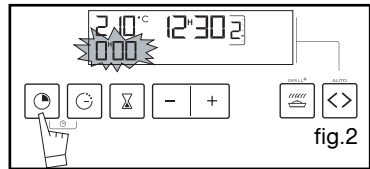

fig.2
• **Multifunctionele ovenschaal (fig.2)**
Stel de tijd in met de toetsen + of - (houd de toetsen ingedrukt als u de cijfers sneller wilt laten gaan) (fig. 2).
Druk gelijktijdig op de toetsen + en - gedurende enkele seconden en laat weer los als het uur van de dag begint te knipperen (fig.2) Een reeks van pieptonen geeft aan dat de instelling mogelijk is.
Bijvoorbeeld: stand(fig.2).
De weergave knippert op 0u00 om aan te geven dat instellen dan mogelijk is. (fig.2).
Bijvoorbeeld: einde bakduur om 13u (fig.2).
– Draai de keuzeknop op de stand “” de indicator “ECO” licht dan op in het display (fig.2).